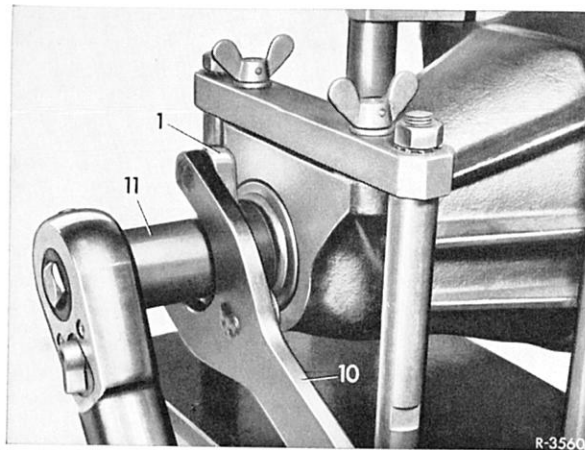

Bild 35-1/6
11 Antriebskegelrad (6) mit einem handelsüblichen Abzieher aus dem Hinterachsgehäuse (9) drücken (Bild 35-1/7).